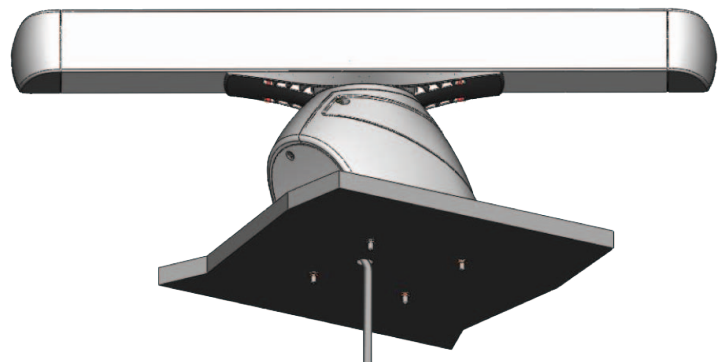

Ilustración 8
3. Pasa los cables de alimentación y de red por la parte delantera del radar (ilustración 7), o por el orificio taladrado en la superficie de montaje (ilustración 8). Evita doblar o girar los cables en exceso.